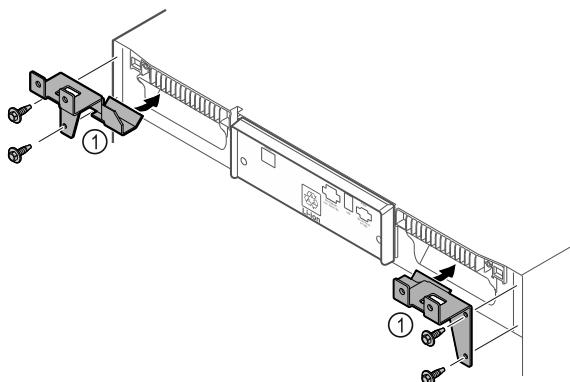

Fig. 10
- Змонтовувати деталі кріплення Fig. 10 (1) за допомогою саморізів на пристрій.